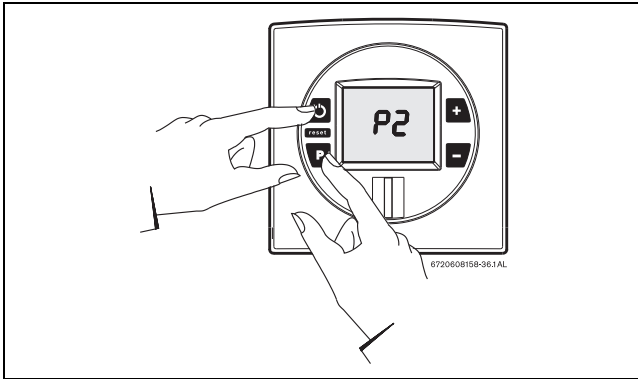

Рис. 54
- ▶ Утримуючи натиснутою кнопку програмування («Program»), увімкніть апарат вимикачем (see Рис. 54).